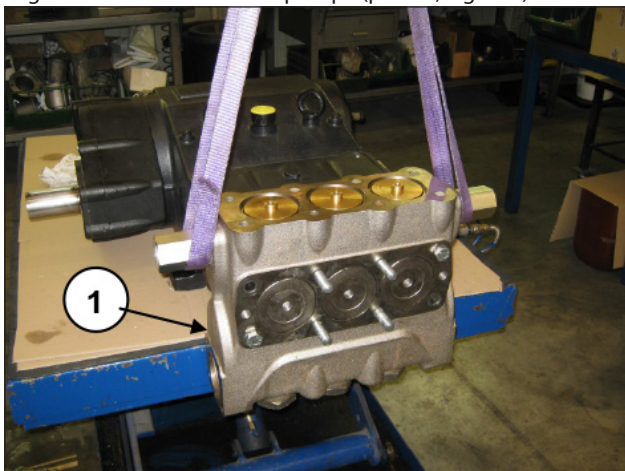

Fig. 109
Togliere la testata dal carter pompa (pos. ①, Fig. 109).